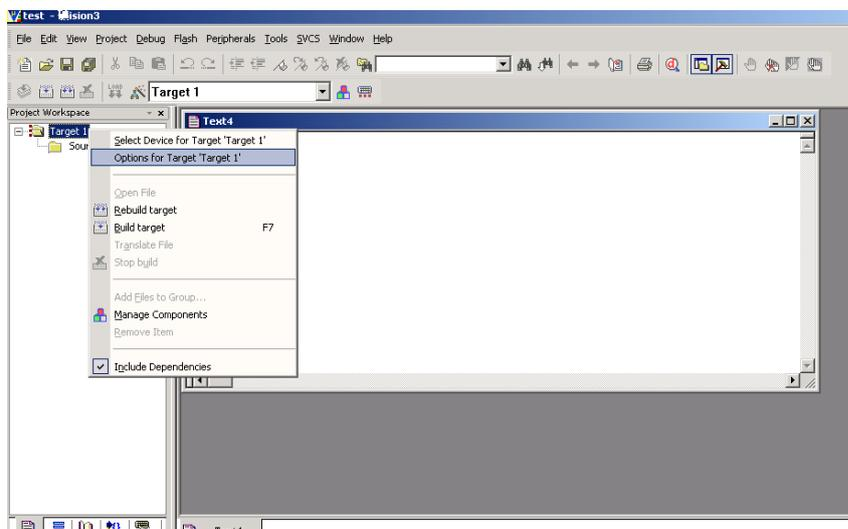

图 1.12 选择“Option for Target “Target 1””
8、按照下图 1.12 所示选择“Option for Target “Target 1””。